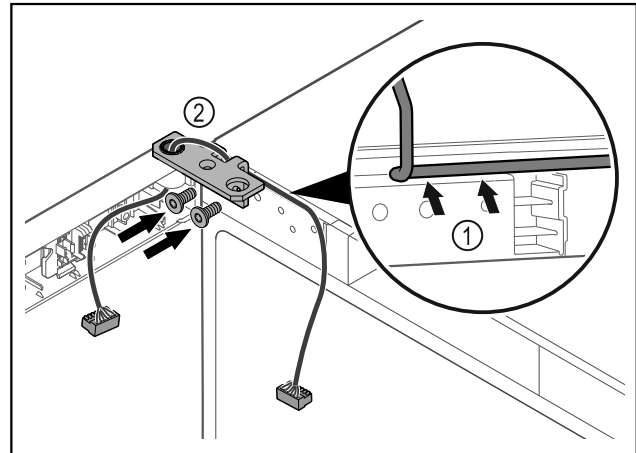

Fig. 39
- ▷ Läg kabeln genom gångjärnsfästets urtag och dra den försiktigt Fig. 39 (1).
- ▷ Skruva fast gångjärnsfästet Fig. 39 (2).